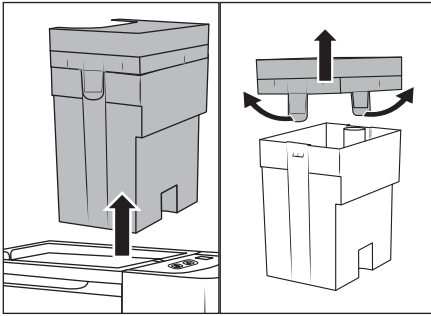

Abb. 7
- ◆ Fassen Sie den Schmutzwasserbehälter **7**  am Griff des Deckels **3** und ziehen Sie ihn nach oben aus dem Gerät (siehe Abb. 7).
- ◆ Ziehen Sie die beiden Haltetaschen leicht nach außen und nehmen Sie den Deckel 3 ab (siehe Abb. 7).